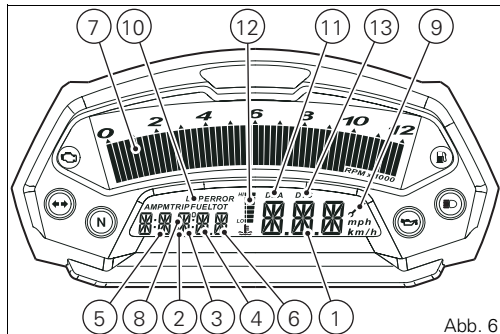

Abb. 6
9) INSPEKTIONSSANZEIGE (Abb. 6).
10) LAP FUNKTION (Abb. 6).
11) DDA FUNKTION (Abb. 6).
D 12) MOTORÖLTEMPERATURANZEIGE (Abb. 6).
13) TRAKTIONSKONTROLLE (DTC) (Abb. 6).